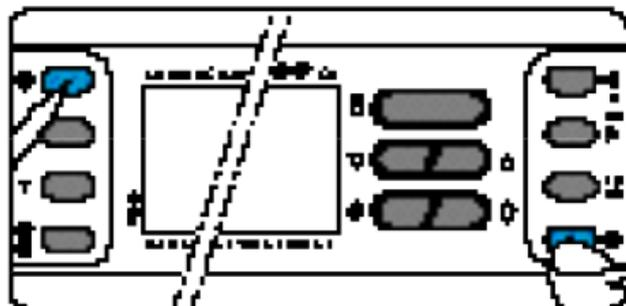

Fig. 75
14.2 - Premere contemporaneamente i pulsanti © ed ® (fig.75).